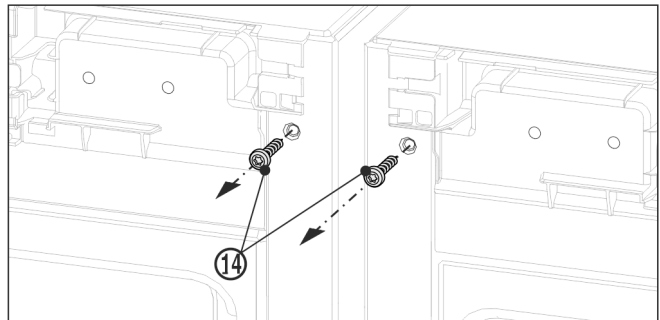

Fig. 12
- Kierrä molemmat maadoitusruuvit Fig. 12 (14) irti ennen ylemmän kulman asennusta.